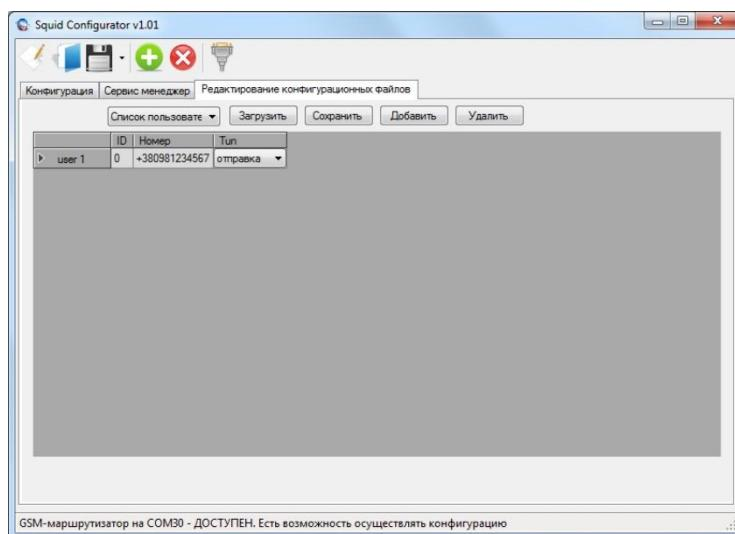

Рисунок 7.5.3 - Приклад налаштування файла конфігурації СМС розсилки
2. У комбобоксі вибрати "Список користувачів" (див. рисунок 7.5.3).